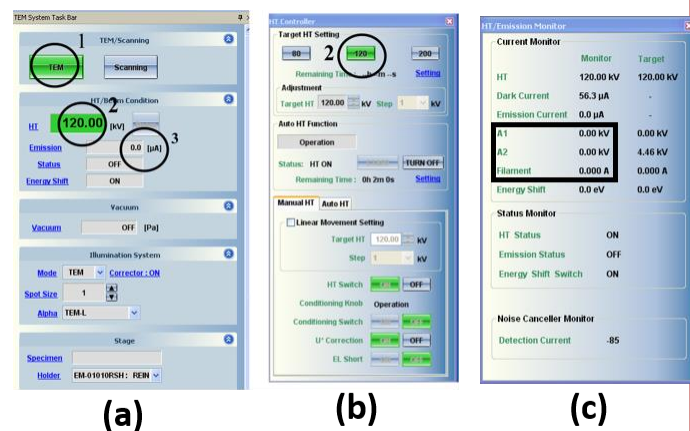

Figura 1
1. Se mantiene el equipo en modo TEM (Figura 1 a).